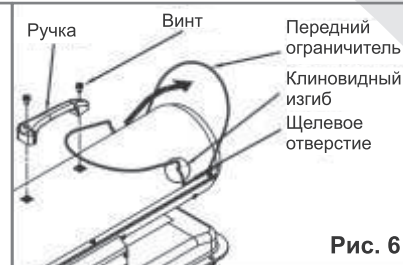

Рис. 6
- **А:** Только для модели P-2000E-T (Рис. 6)
2. Совместить 2 отверстия верхнего кожуха с двумя монтажными отверстиями в ручке (Рис.6)